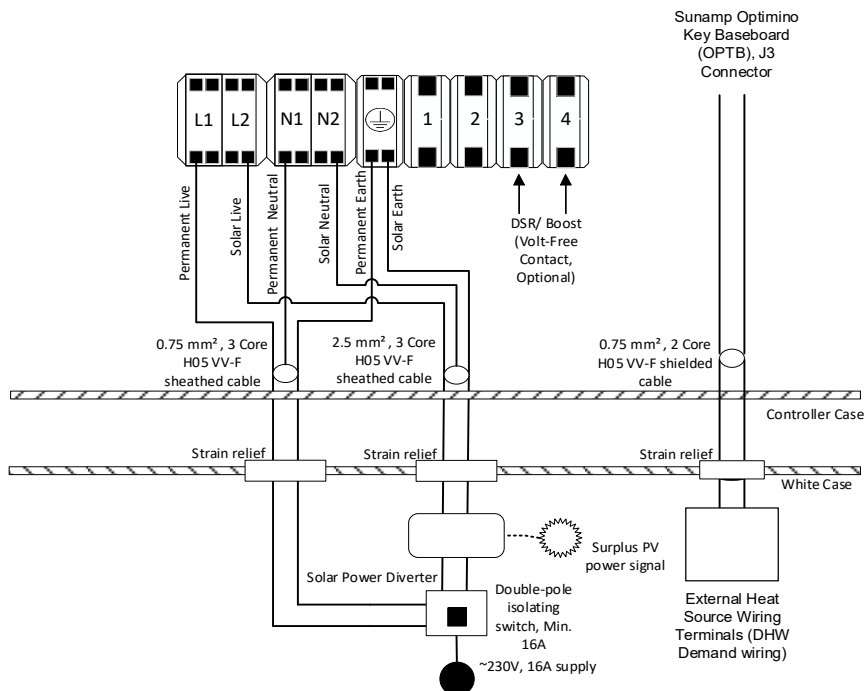

Abbildung 11 – Verkabelung der Thermino xPlus Wärmebatterie mit Solarenergie-Umschaltung
- Mit Solarenergie-Umschaltung folgen Sie Abschnitt 6.4.2, Abbildung 11
Stellen Sie sicher, dass Leitungen 1 und 2 entfernt sind (siehe Abbildung 11) und dass der Ausgang des Leistungsreglers modulierender Wechselstrom ist. Modulierende Gleichstrom-Leistungsregler sind NICHT mit der Wärmebatterie kompatibel und bei deren Verwendung besteht Brandgefahr.